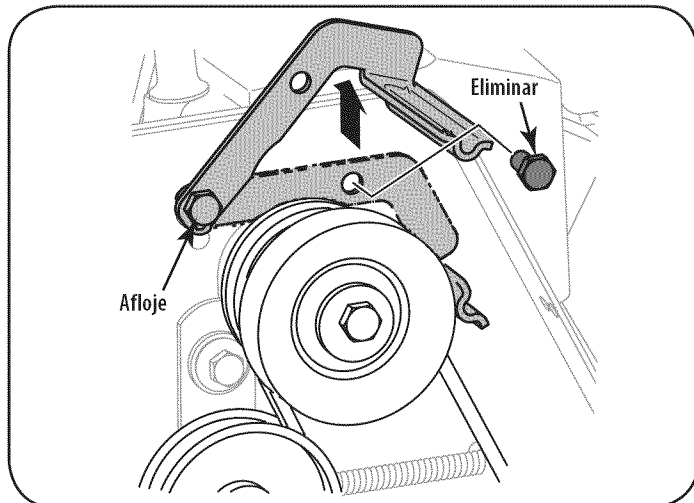

Figura 30
4. Afloje el perno se muestra en la Figura 30 poseedor asegurar el soporte de cinturón y retire el perno de otros. Empuje el soporte de cinturón y hasta poseedor de la polea del motor.